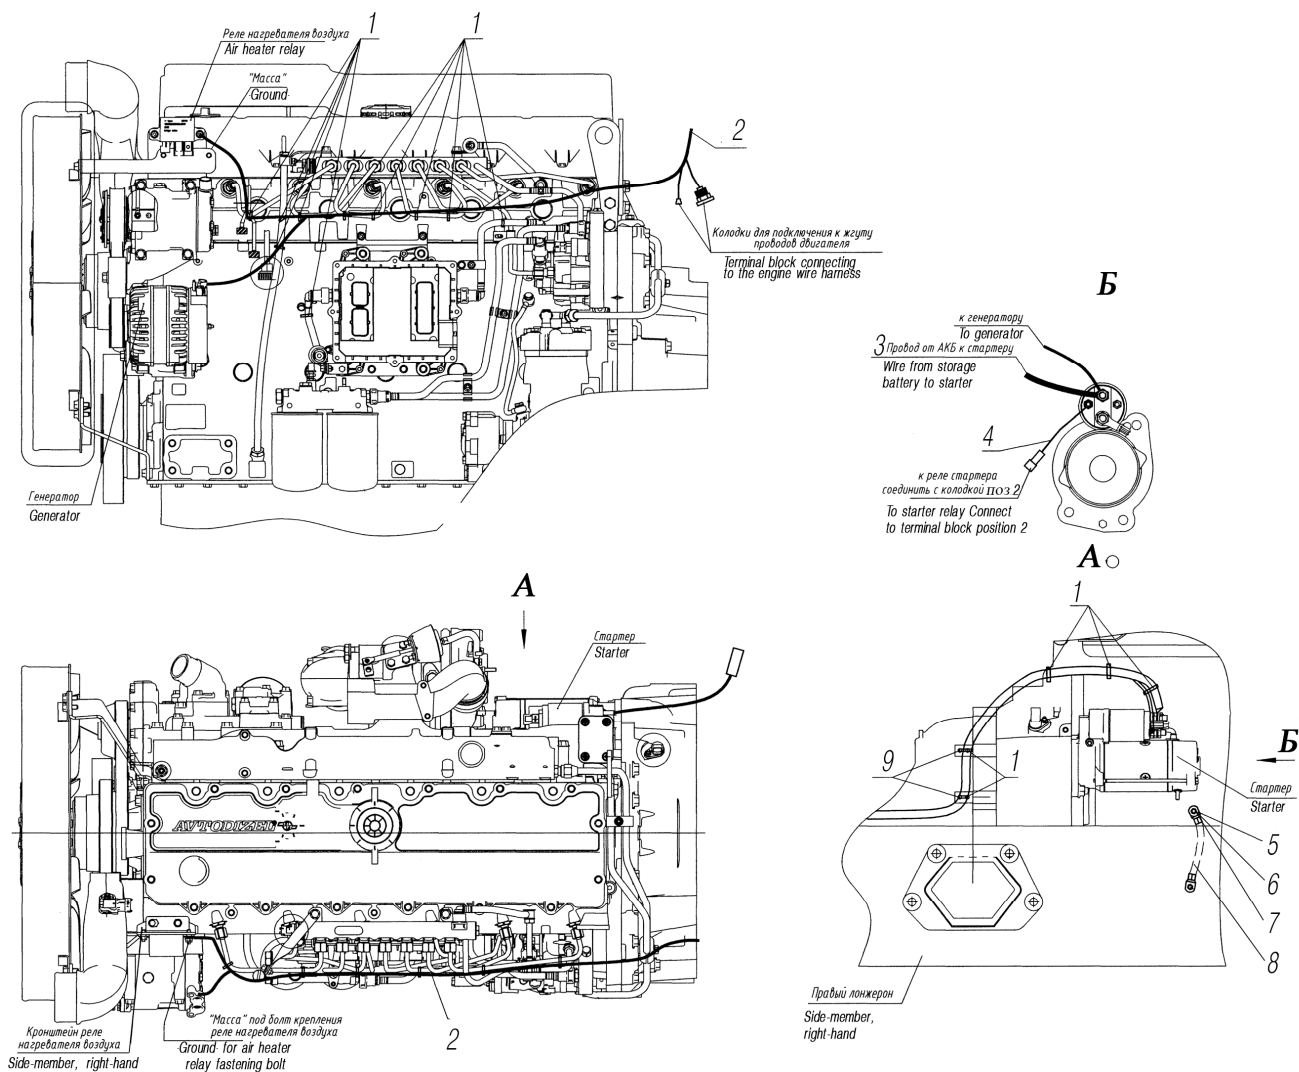

Рисунок 6.7
*1 См. рисунок 6.7
See figure 6.7